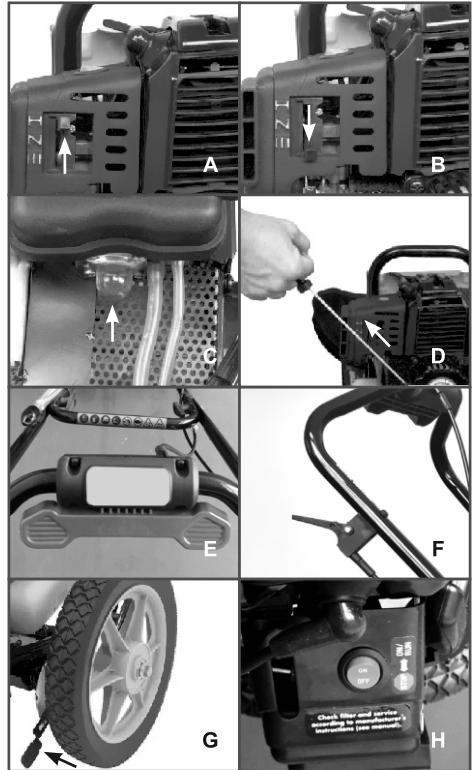

Рис. 7 Расположение органов управления газонокосилкой
3. Закройте воздушную заслонку. Для этого рычаг заслонки поднимите вверх (Рис. 7А).
4. Нажмите на ручной топливный насос 10 раз, до появления в нем топлива. Насос находится в нижней части карбюратора под корпусом воздушного фильтра (Рис. 7С).
5. Выключатель зажигания установите в положение «Оп» (Рис. 7Н).
При запуске двигателя не нажимайте на рычаг газа (Рис. 7Е). Двигатель заглохнет.
Для включения газонокосилки необходимо нажать на рычаг газа (Рис. 7Е). При увеличении оборотов двигателя происходит срабатывание центробежной муфты сцепления, триммерная головка начнет вращаться.